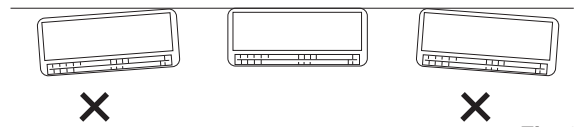

Fig. 3-3
(1) Monte la placa de instalación en la pared con cinco tornillos o más (pero, como mínimo, con cinco tornillos). (Si va a montar la unidad sobre una pared de hormigón, baje la posibilidad de utilizar pernos de anclaje.)
(2) Perfore el orificio de la placa de tubería con un taladro de 70 mm de  $\phi$ .
(3) Vuelva a realizar una comprobación con un nivel de carpintero o cinta para medir para verificar que el panel se encuentra nivelado. Este es un paso importante a la hora de instalar la unidad de forma correcta. (Fig. 3-3)